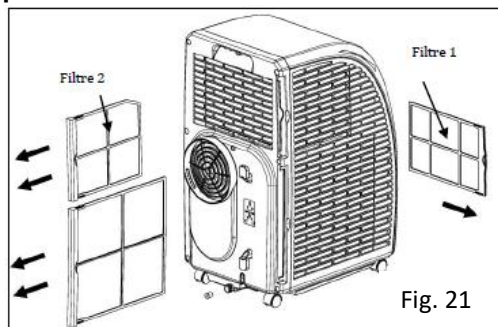

Fig. 21
- 1) Retirez les filtres comme indiqué sur la figure 21. Retirez le filtre 2 avant de retirer le filtre 1.